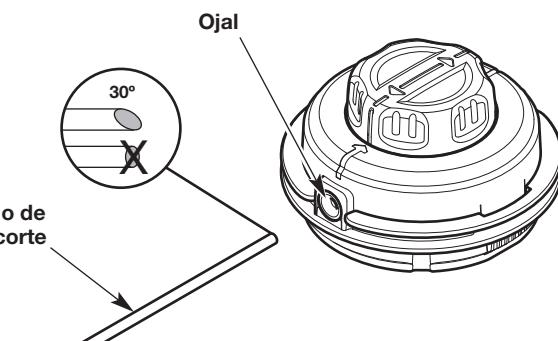
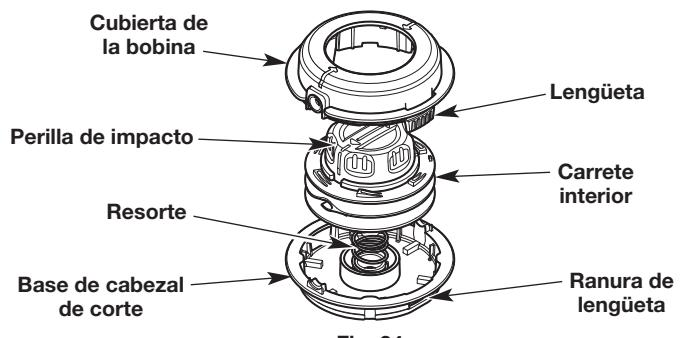

Fig. 21
Fig. 24
- Corte dos largos de 10 pies (3.0 m) de hilo de recorte nuevo. Corte un extremo de cada hilo en un ángulo de 30° (Fig. 21).
- Enhebre uno de los hilos por uno de los ojales del cabezal de corte (Fig. 21). Utilice el extremo angulado y empuje el hilo para que entre unas 3 pulgadas (7.5 cm). Repita este proceso con el otro hilo y el ojal restante.
- c. Mientras sostiene el destornillador en el lugar, gírelo suavemente para desatrancar la lengüeta del panel de las ranuras (Fig. 24).
- d. Retire la cubierta de la bobina (Fig. 24). **NO** extraiga el resorte de la base del cabezal de corte (Fig. 24).
- e. Empuje la perilla de impacto a través de la cubierta de la bobina. (Fig. 24). Si los ojales se salen, reinserción los ojales en la cubierta de la bobina (Fig. 21).
**NOTA: NO** separe la perilla de impacto del carrete interior (Fig. 24).
- g. Utilice una tela limpia para limpiar el carrete interior, la base de cabezal de corte y la cubierta de la bobina (Fig. 24).
- h. Inserte la perilla de impacto y el carrete interior en la cubierta de la bobina (Fig. 24).
- i. Alinee las lengüetas de la cubierta de la bobina con las ranuras de la base del cabezal de corte (Fig. 24). Empuje la cubierta de la bobina sobre la base del cabezal de corte hasta que las dos lengüetas queden insertadas a presión.